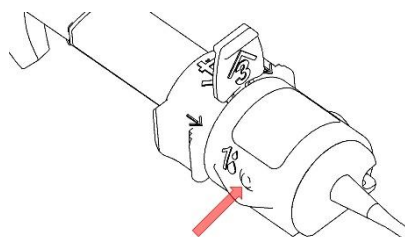

Fig. 1
3. Introdurre completamente la cannula (23G) di una siringa contenente sostanza viscoelastica nella piccola apertura indicata con il numero '1' (Fig. 1) mantenendo una leggera pressione all'estremità della cannula. Iniettare attraverso il lume la soluzione viscoelastica dispersiva (preferibilmente HPMC). Iniettare viscoelastico finchè le due rime di soluzione ricoprono la lente.